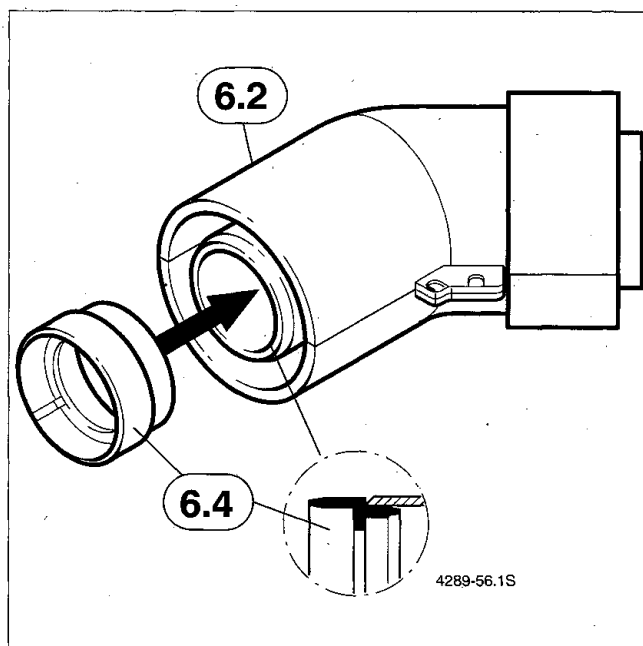

Bild 38
- Montieren Sie die Dichtung (6.4) auf den Versatzbogen (6.2) entsprechend Bild 38.